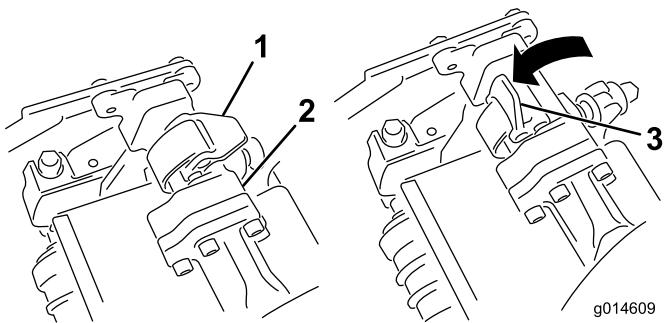
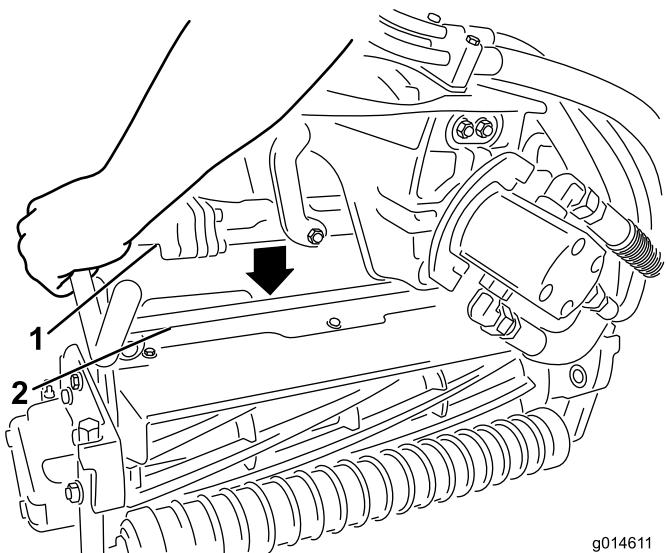

Bild 33
Bild 34
- Die Riegel an der Aufhängearmstange müssen nach oben zeigen (d. h. offen) (Bild 33); drücken Sie den Aufhängearm dann so nach unten, dass die Stange über die Stange an der Oberseite des Mähwerks passt (Bild 34).
- Drücken Sie die Riegel nach unten und um die Mähwerkstange und arretieren sie (Bild 33).
4. Öffnen Sie die Riegel an der Aufhängearmstange des Mähwerks, das Sie entfernen möchten (Bild 33).